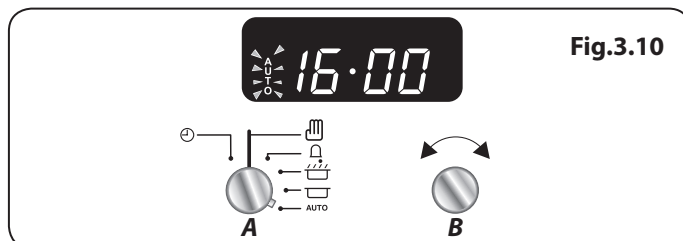
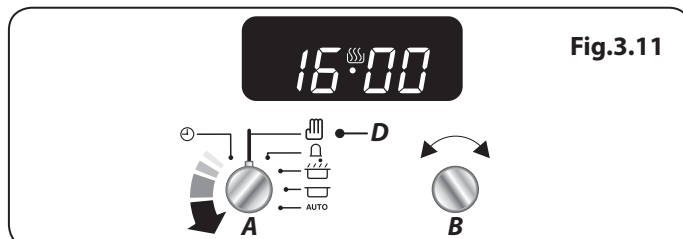

Fig.3.10
Fig.3.11
6. Lorsque le programme démarre, le symbole de cuisson apparaît à l'écran. Une fois la durée écoulée, une alarme retentit et le four multifonction cesse de fonctionner. Le symbole de Cuisson disparaît et le mot AUTO clignote (**Fig.3.10**).
Pour annuler tous les réglages automatiques, tournez le bouton de la minuterie (A) pour sélectionner le réglage de l'horloge (C) (**Fig.3.11**).
Appuyez sans relâcher sur le bouton Temps de cuisson [⏏], (Fig.3.10). En même temps, appuyez sur (-) ou (+) jusqu'à l'affichage du temps de cuisson requis (Fig.3.11).